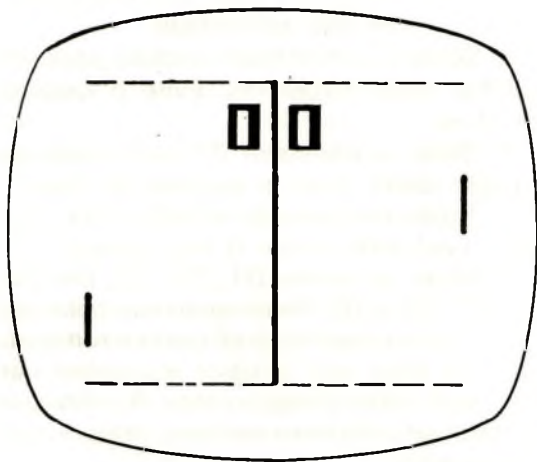

Figura 14
a) Colocando a chave seletora de jogos na posição 3, 4 ou 5 e ligando a alimentação você já poderá ouvir no alto-falante "bips" correspondentes as rebatidas da bola. Veja na figura 14 o painel do aparelho com os controles e suas funções.
madeira ajuste a bobina B1 girando seu núcleo até que a imagem que aparece no televisor "endireite" adquirindo o aspecto da figura 14. Observe que você pode endireitar a imagem mas ela aparecer "multiplicada". Neste caso continue girando o núcleo da bobina até obter a condição de funcionamento desejada.